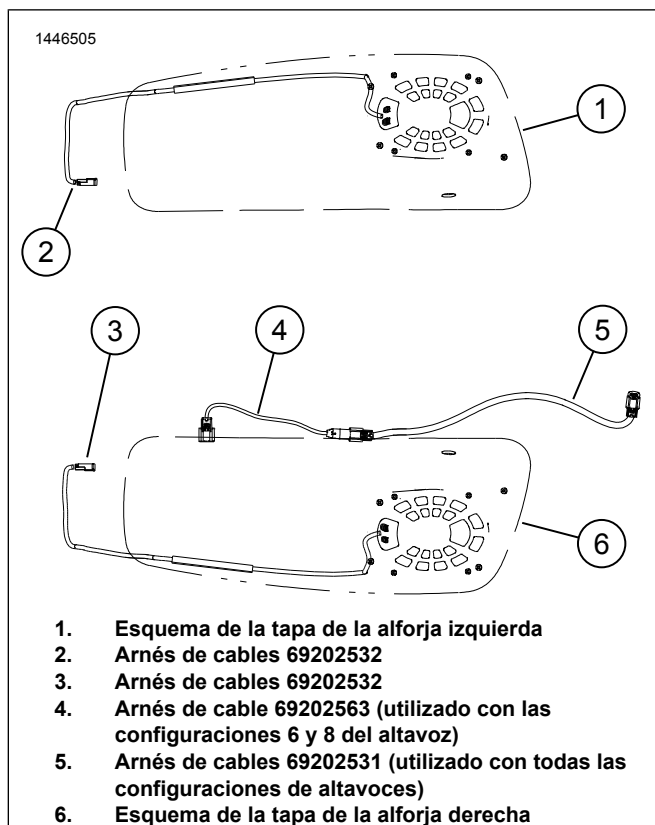
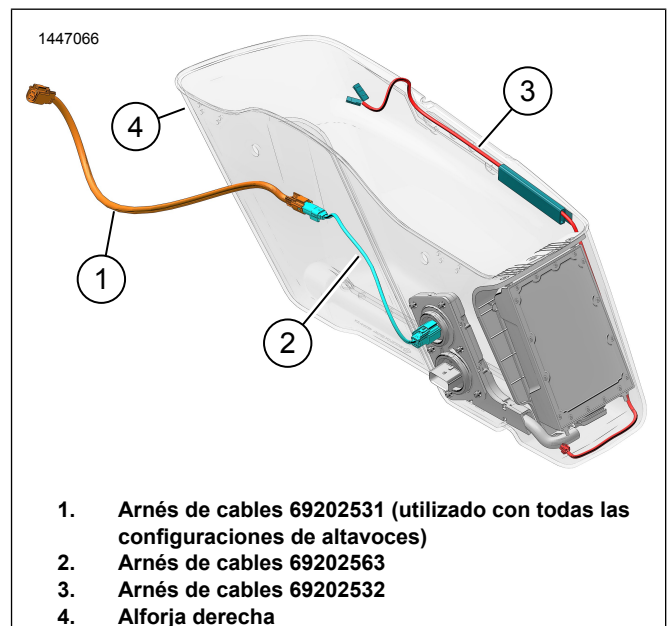

Figura 6. Configuración y enrutamiento del arnés de cables
Figura 9. Enrutamiento de arneses de la alforja derecha (con amplificador)
- a. Vea la Figura 6. Localice el arnés del cable 69202532 (2).
- a. Vea la Figura 6. Localice el arnés del cable 69202532 (3).
4. Vea la Figura 9. Instale el arnés de cables del altavoz derecho.
- a. Enrute el arnés de cables (3) como se muestra.
5. Vea la Figura 6. Localice los arneses de cables 69202563 (4) y 69202531 (5).
6. Vea la Figura 9. Conecte los arneses 69202531 (1) y 69202563 (2).
- a. Conecte el extremo de 4 vías de 69202531 (1) al conector del arnés del amplificador primario [351A] debajo de la cubierta lateral derecha.
7. Conecte el arnés 69202563 (2) a la alforja.